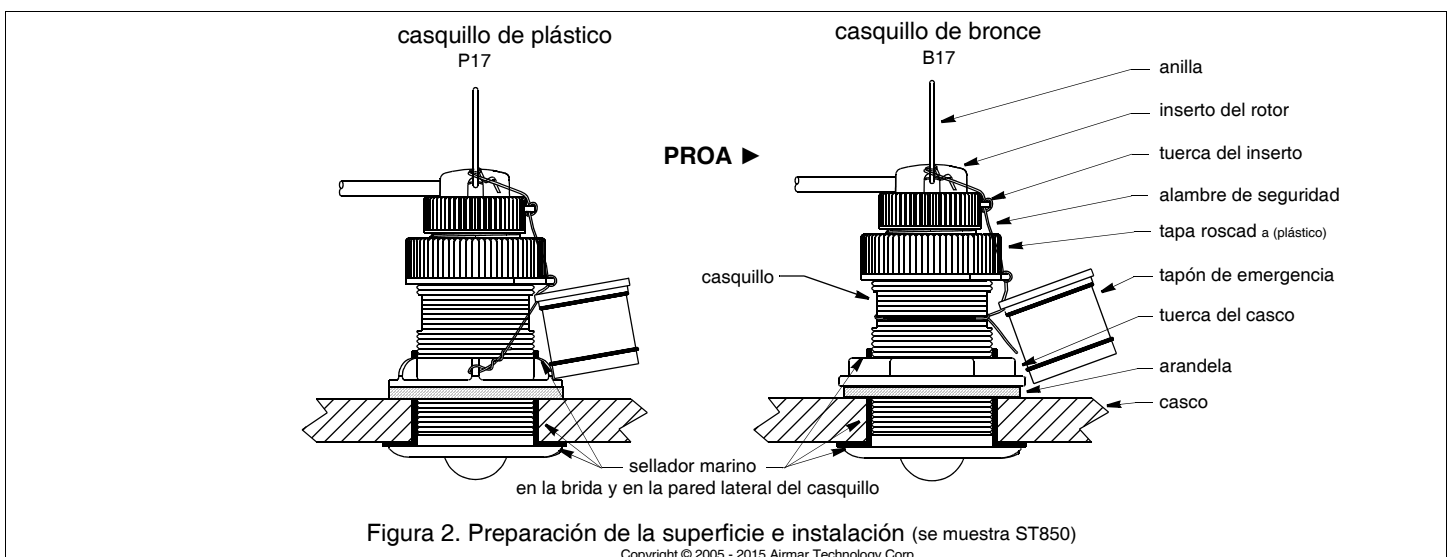

Figura 2. Preparación de la superficie e instalación (se muestra ST850)
Aplique una capa de 2 mm (1/16") de sellador marino en torno a la brida del casquillo en contacto con el casco y a la pared del casquillo (Figura 2). *El sellador debe extenderse 6 mm (1/4") más arriba del espesor combinado del casco, la arandela y la tuerca del casco.* De este modo habrá sellador en la rosca para sellar el casco y mantener bien la tuerca del casco.
1. Desde el exterior del casco, introduzca el casquillo en el orificio con un movimiento giratorio para que salga el exceso de sellador (Figura 2).
10. Coloque siempre el alambre de seguridad para evitar que el inserto se salga en el caso improbable de que la tapa roscada o la tuerca del inserto se rompan o se rosquen de forma incorrecta (figura 2).
3. Extraiga el inserto del casquillo retirando el alambre de seguridad de la anilla y la tuerca del INSERTO. Desenrosque la tuerca del INSERTO (figura 2). *No extraiga la TAPA roscada.*
6. Vuelva a colocar el alambre de seguridad para evitar que el tapón obturador largo se salga en el caso improbable de que la tapa roscada o la tuerca del inserto se rompan o se rosquen de forma incorrecta (figura 2).
1. Retire el tapón de *emergencia corto* del alambre de seguridad (figura 2).
5. Asegure el tapón de emergencia corto con la tapa roscada. apriete **a mano** solamente. No apriete en exceso. Vuelva a afirmar el alambre de seguridad (figura 2).
serto se salga en el caso improbable de que la tuerca del inserto o la tapa roscada se rompan o se rosquen de forma incorrecta (figura 2).